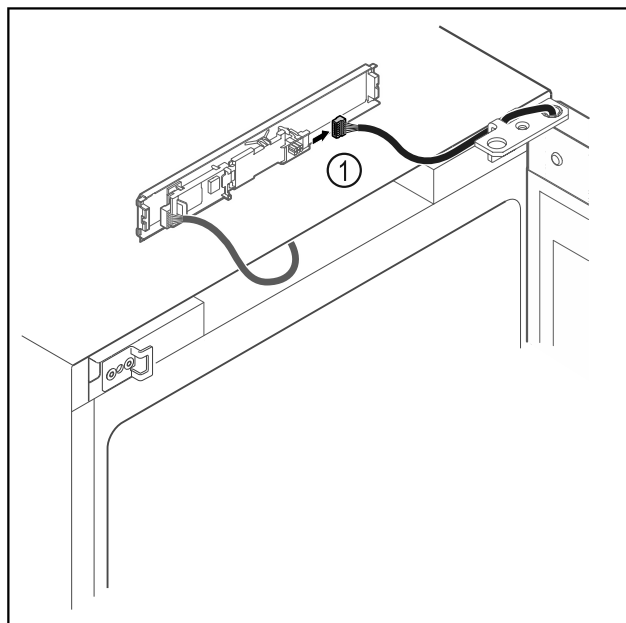

Fig. 16
- Débrancher le connecteur Fig. 16 (1) de la platine.